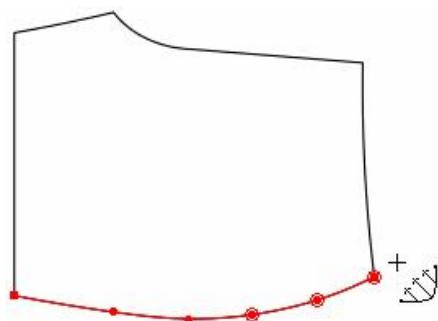

图 2
1) 如果在调整结构线上调整，先把光标移在线上，拖选 AC，光标变为平行拖动 ，如图 2；